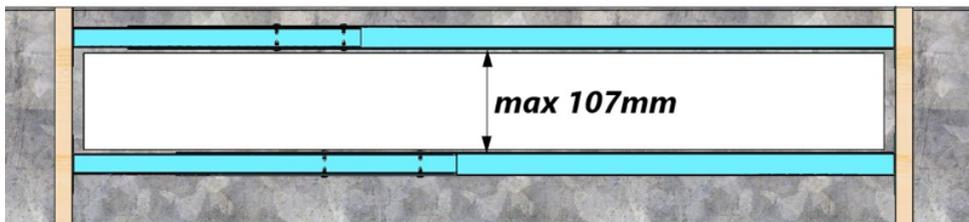

Fig. 9
**Aviso:** os acessórios devem ser fixados em correspondência com o furo retangular (cada par em cada lado comprido) a uma distância máxima de 107mm (fig. 9)